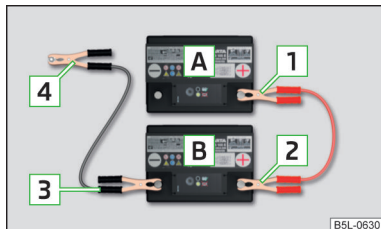

Fig. 171
- Conecte el borne 1 al polo positivo de la batería descargada [A] » fig. 171.